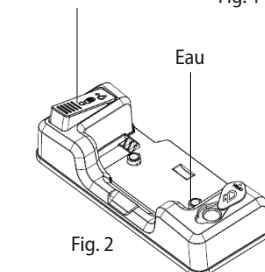

Fig. 2
- Avant l'utilisation, desserrer le bouchon du bac d'eau et remplir le réservoir d'eau distillée (Fig. 2).
- Pour laver par terre, humidifier le tissu de nettoyage (17) en appuyant à plusieurs reprises sur la pompe à eau du bac d'eau. Pour un nettoyage plus efficace, il est conseillé d'humidifier le tissu avant de l'utiliser.